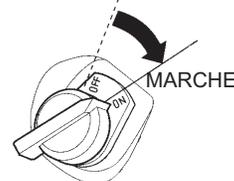

Figure 13. Interrupteur **MARCHE/ARRÊT** du moteur (**MARCHE**)
4. Placer l'interrupteur **MARCHE/ARRÊT** du moteur (Figure 13) en position « **MARCHE** ».